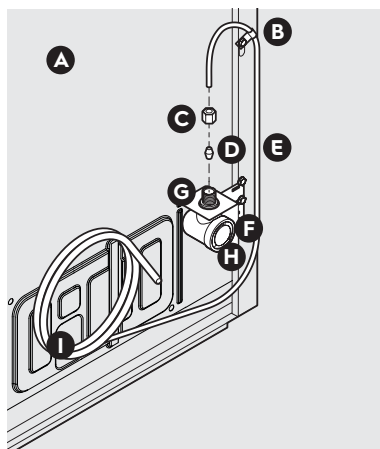
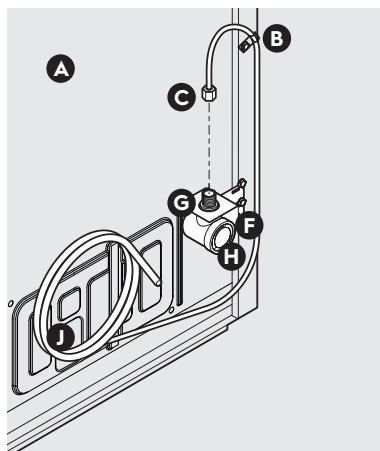

Figure 1
Figure 2
4. Si vous utilisez un **tuyau en cuivre** : faites glisser l'écrou de compression en laiton, puis placez la bague (raccord) sur la conduite d'alimentation en eau. Poussez le tuyau d'alimentation en eau dans l'entrée de la vanne d'alimentation en eau aussi loin que possible (6,4 mm / 1/4 po). Faites glisser la bague (raccord) dans l'entrée de la vanne et serrez à la main l'écrou de compression sur la vanne. Serrez un autre demi-tour avec une clé. NE PAS trop serrer. Consultez la figure 1.
Si vous utilisez un **tuyau flexible tressé en acier inoxydable**, l'écrou est déjà assemblé sur le tuyau. Faites glisser l'écrou sur l'entrée de la vanne et serrez l'écrou à la main sur la vanne. Serrez un autre demi-tour avec une clé. NE PAS trop serrer. Consultez la figure 2.
B	Pince en acier (fig. 1 : 6,4 mm [1/4po]; Fig. 2 : 12,7 mm [1/2 po])